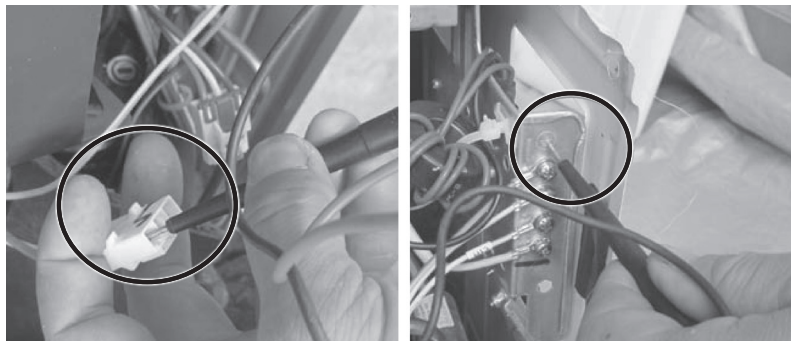

图 4-81 测量压缩机接线端子与地线电阻
2) 取下室外机机壳，拔下压缩机接线盖，拔下压缩机引线，如图 4-80 所示。测量压缩机接线端子与地线阻值，如图 4-81 所示，结果为线圈对地短路，压缩机损坏。